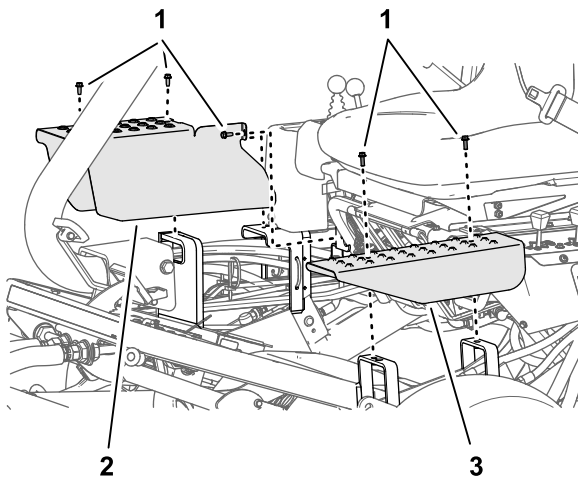

Bild 52
2. Entfernen Sie die Schrauben, mit denen die Abdeckplatte des Hubzylinders befestigt ist, die Sie von den Stützhalterungen des Chassis einstellen (**Bild 52**).